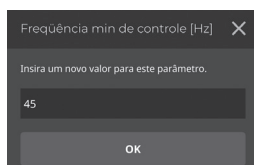

Figura 18 - Parâmetro Frequência min de controle
9. No parâmetro Frequência min de controle, insira o valor da frequência desejada, o qual deverá ser ligeiramente maior que a frequência de referência em Hz e pressione OK, conforme Figura 18. Exemplo: A frequência sem demanda de água estabiliza-se em 42.5Hz (frequência de referência), a frequência a ser ajustada para o modo repouso (frequência min de controle) é 43Hz.